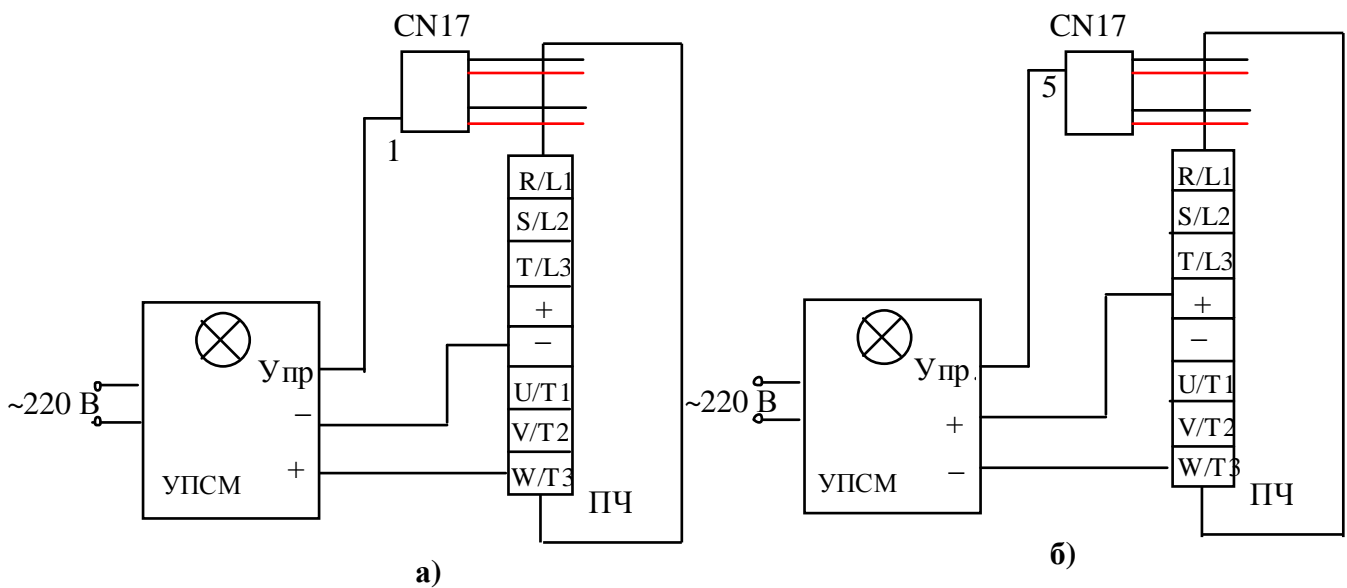

Рис.4.11. Схема проверки цепей управления выходных IGBT - модулей.
4.7.2.3. Собрать схему как показано на Рис.4.11. б. Подать питание 220 В на УПСМ. Лампочка L1 светиться не должна. Замкнуть тумблер К1, лампочка должна засветиться. Разомкнуть тумблер К1, лампочка должна погаснуть. В этом случае модуль считается исправным